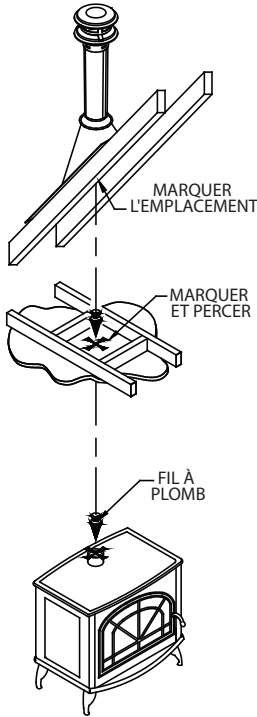
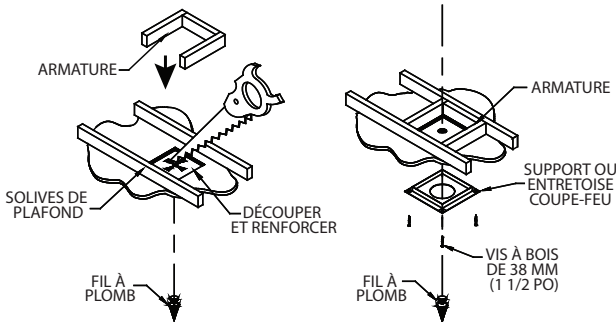

Figure 2
Figure 3
B. Tenir un fil à plomb au centre de la sortie du conduit de fumée de l'appareil et marquer le point central au plafond (Figure 2). Au point marqué, découper et encadrer un trou carré dans le plafond pour l'installation de l'entretoise du support de plafond ou du coupe-feu (Figure 3). Consulter le Tableau 1 pour les dimensions du trou.